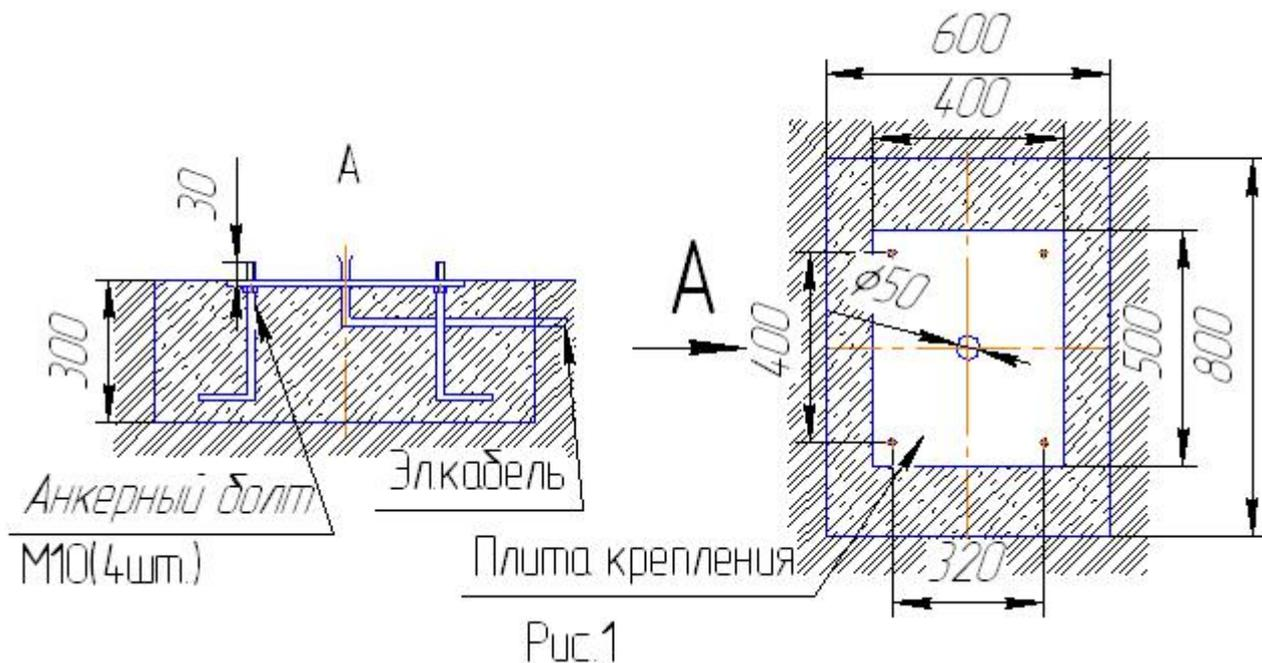

Рис.1
8.1. Подготовить бетонное основание с анкерными болтами согласно Рис.1 (бетон М150) для монтажа колонки шлагбаума.